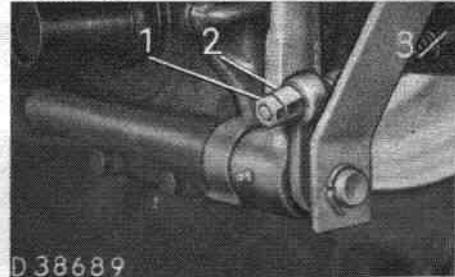

Fig. 130 - Tige de frein gauche
a) Le réglage du frein à pied consiste à réduire la longueur de la tige de frein (fig. 130). Desserrer le contre-écrou 1. En vissant l'écrou 2 dans le sens des aiguilles d'une montre, l'effet de freinage est plus rapide, en le dévissant, les freins répondent moins vite. Resserrer fortement le contre-écrou.